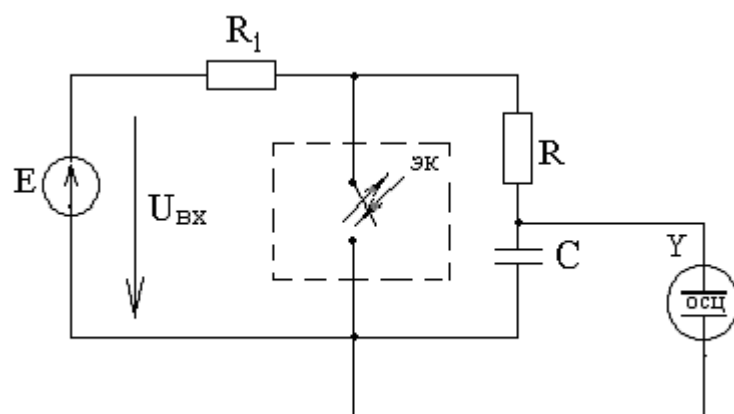

Рисунок 5.1
- 5.2.1 Собрать цепь (рисунок 5.1).